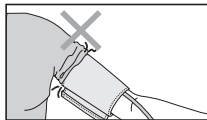

Fig.11
5. Dacă veți sufleca mâneca hainei, veți comprima brațul, iar limitarea circulației sanguine va indica valori tensionale eronate (fig.11).